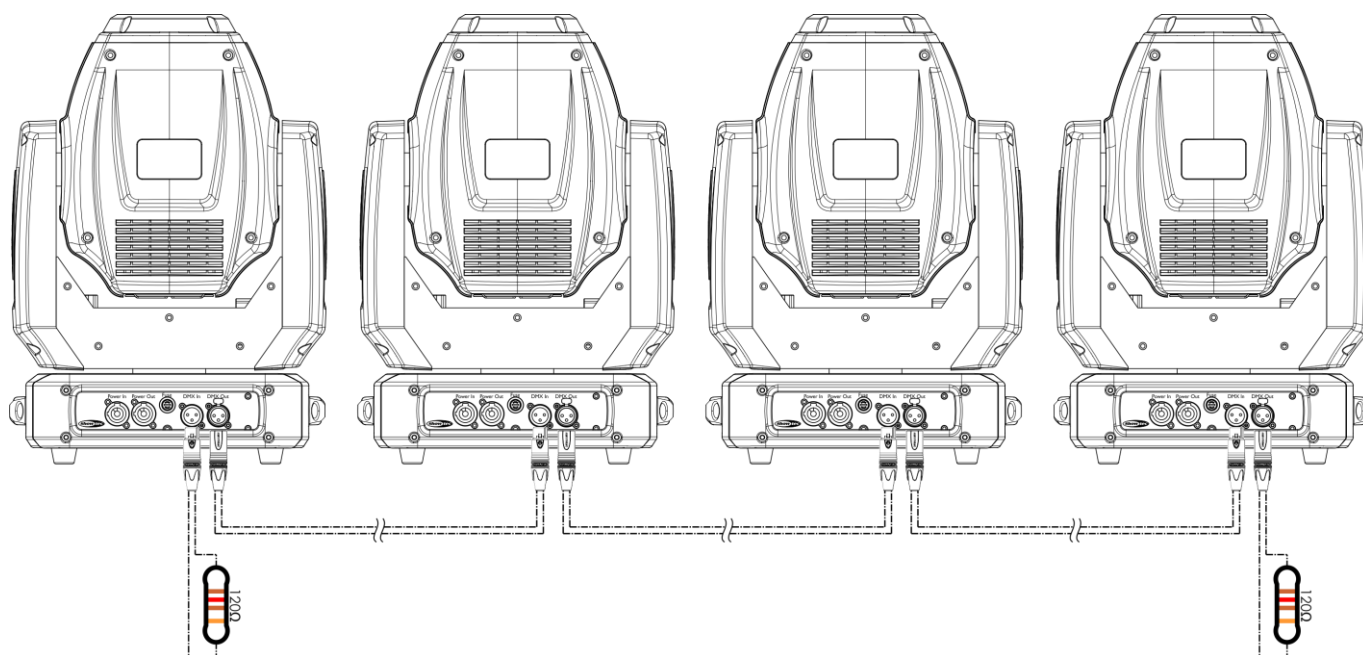

Fig. 03
- 03) Collegare le unità come indicato nella Fig. 03. Collegare la presa DMX "out" della prima unità alla presa DMX "in" della seconda unità, servendosi di un cavo di segnale DMX. Ripetere questo processo fino a collegare la seconda, la terza e la quarta unità.